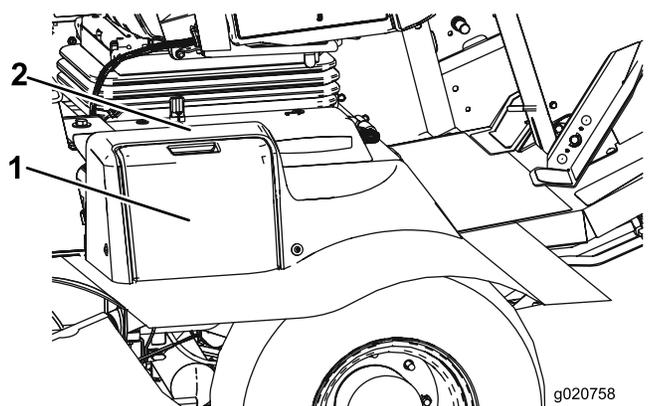

Рисунок 59
1. Откройте крышку аккумуляторной батареи сбоку на кожухе (Рисунок 59).
**Примечание:** Нажмите на плоскую поверхность над крышкой аккумуляторной батареи, чтобы облегчить снятие крышки (Рисунок 59).